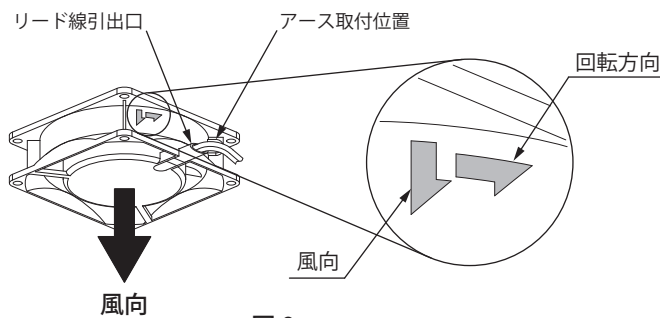

図 9
- ・ファンに刻印された風向の矢印が本製品の下側に向くように取り付けてください。(図 9)